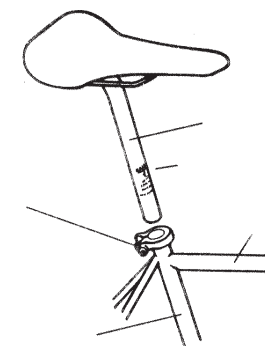

Рис. 19
1. ВНИМАНИЕ: убедитесь в том, что нижняя или верхняя ограничительная риска на подседельном штыре не выходят за верх подседельной трубы рамы (не видны), см. рис. 19.